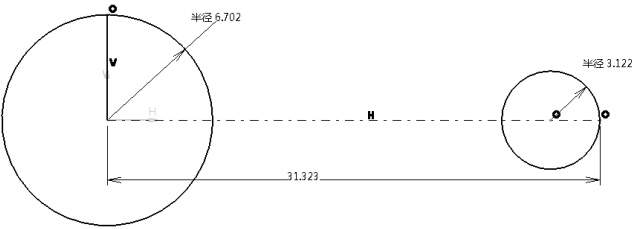

图 2-41 绘制直线和圆
1) 单击“轮廓”工具栏中的“轴”按钮，绘制出一条过原点的水平中心线。单击“直线”按钮，绘出一条过原点的垂直竖线。单击“圆”按钮，绘制出两个圆，其中一个圆的圆心为原点，另一个圆的圆心在水平中心线上，右端点与水平中心线的右端相合，如图 2-41 所示。